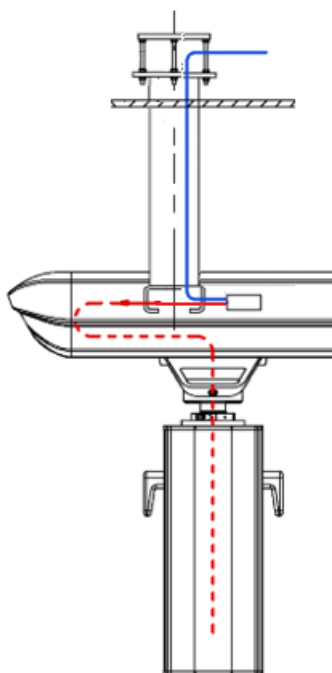

Fig. 20 Acheminement des tuyaux de gaz et évacuation des gaz anesthésiques.
- Desserrez les 4 vis à tête cylindrique M8 ① qui fixent la tête de service.
- Faites passer avec précaution les nouveaux tuyaux ① à travers le système suspendu et sur la plaque d'interface, comme illustré à la Figure 20.